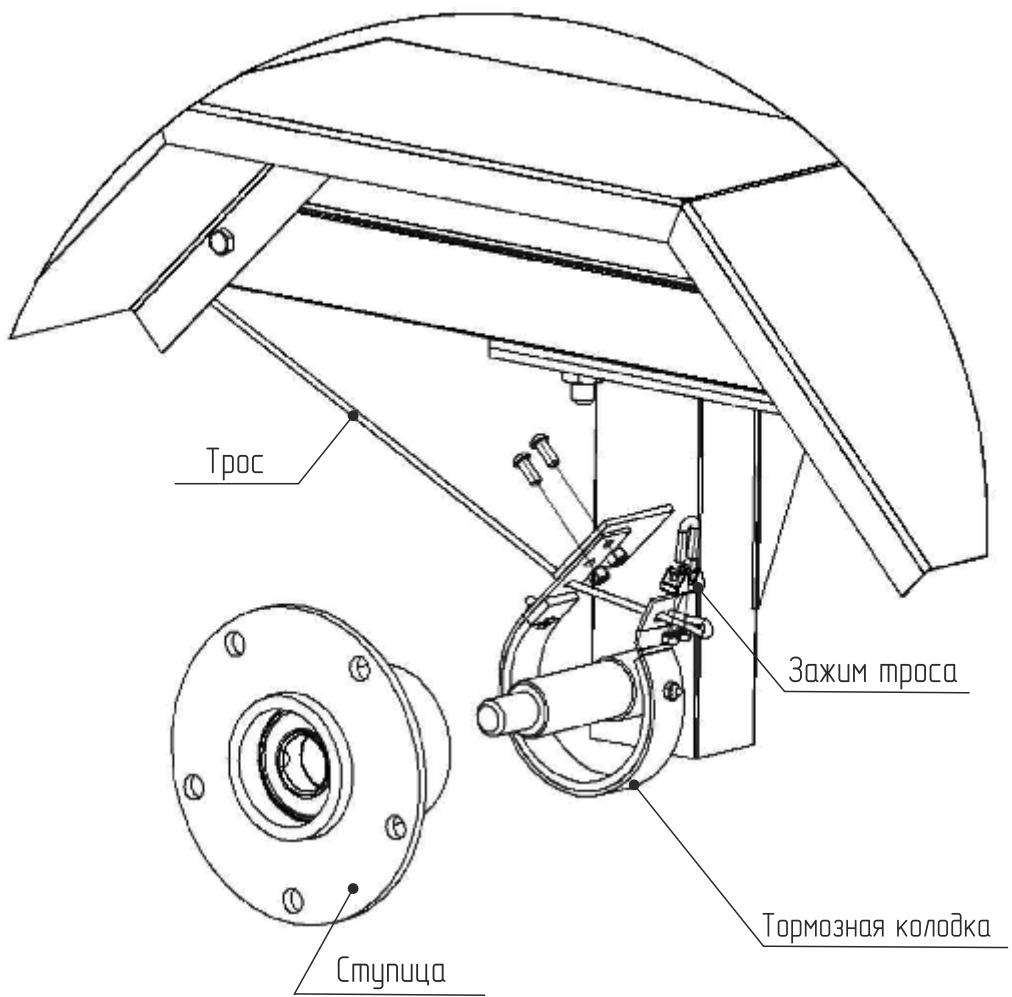

Рис. 1. Установка тормозной колодки на телегу.
- Соедините две половины рамы, переднюю (5) и заднюю (6) при помощи болтов M10x25, шайб Ø10, шайб пружинных Ø10 и гаек M10.
• Положите кузов (4) на ровную поверхность вверх дном. Установите раму на кузов так, чтобы кронштейн расположенный в задней части рамы (6) совпал с кронштейном расположенным на кузове (4). Зафиксируйте поворотный кронштейн при помощи болта M14x90, шайбы Ø14 и стопорной гайки M14, не затягивайте слишком сильно соединение, чтобы кузов мог спокойно опрокидываться.
• Установите стойки колес (11) на основания расположенные на кузове (4). Зафиксируйте болтами M10x25, шайбами Ø10, шайбами пружинными Ø10 и гайками M10.
• Прикрутите тормозные колодки к кронштейнам расположенным на стойках колес (рис. 1). Зафиксируйте винтами M5x12 и стопорными гайками M5 (кроме ТПМ1-171).
• Проденьте стальной трос через отверстия в колодке. Закрепите конец троса при помощи зажима троса (для большей надежности уложите трос петлей). Протяните трос ко второй колодке, обогнув тормозную тягу (7).
• Установите колеса (8) на ступицы и закрепите при помощи болтов M10x25, шайб Ø10, шайб пружинных Ø10 и гаек M10. Проверьте давление в шинах, оно должно составлять 1,5-1,7 атм.
• Установите ящик-сиденье (3) на борт телеги, вкрутите два кровельных самореза 5,5x50 в отверстия труб. Вставьте стойки спинки (2) до упора в стойки ящика-сиденья. Установите спинку (1), зафиксируйте стопорными гайками M6.
• Установите крылья (13) на кузов телеги, закрепите их при помощи болтов M6x40 и гаек M6 (кроме ТПМ1-171).
• Положите кузов (4) на ровную поверхность вверх дном. Установите собранную раму на кузов так что бы кронштейны в задней части рамы (6) совпали с кронштейнами, расположенными на кузове. Зафиксируйте поворотные кронштейны при помощи болтов M14x90, шайб Ø14 и стопорных гаек M14, не затягивайте слишком сильно соединение, чтобы кузов мог свободно опрокидываться.
• Установите стойки колёс (11) на основания расположенные на задней части рамы (6). Зафиксируйте болтами M10x25, шайбами Ø10, шайбами пружинными Ø10 и гайками M10.
- Прикрутите тормозные колодки к кронштейнам, расположенным на стойках колес (рис. 1). Зафиксируйте винтами M5x12 и стопорными гайками M5.
• Проденьте стальной трос через отверстие в колодке. Закрепите конец троса при помощи зажима троса (для большей надежности уложите трос петлей). Протяните трос ко второй колодке, обогнув тормозную тягу (6).
- Установите колеса (7) на ступицы и закрепите при помощи болтов M10x25, шайб Ø10, шайб пружинных Ø10 и гаек M10. Проверьте давление в шинах, оно должно составлять 1,5-1,7 атм.
- Соедините две половины рамы, переднюю (5) и заднюю (6) при помощи болтов M10x25, шайб Ø 10, шайб пружинных Ø 10 и гаек M10.
- Положите кузов (4) на ровную поверхность вверх дном. Установите собранную раму на кузов так, чтобы кронштейны расположенные в задней части рамы совпали с кронштейнами расположенными на кузове. Зафиксируйте поворотные кронштейны при помощи болтов M14x90, шайб Ø 14 и стопорных гаек M14, не затягивайте слишком сильно соединения, чтобы кузов мог свободно опрокидываться.
- Прикрутите тормозные колодки к кронштейнам расположенным на стойках колес (рис. 1). Зафиксируйте винтами M5x12 и стопорными гайками M5.
- Проденьте стальной трос через отверстия в колодке. Закрепите конец троса при помощи зажима троса (для большей надежности уложите трос петлей). Протяните трос ко второй колодке, обогнув тормозную тягу (7).
- Установите колеса (8) на ступицы и закрепите при помощи болтов M10x25, шайб Ø 10, шайб пружинных Ø 10 и гаек M10. Проверьте давление в шинах, оно должно составлять 1,5 -1,7 атм.
- Соберите сиденье, установив к каркасу (3) сиденье (2) и спинку (1), зафиксируйте стопорными гайками M6. Установите сиденье в сборе кронштейнами на борт кузова, зафиксируйте кровельными саморезами 5,5x50 в отверстия труб.